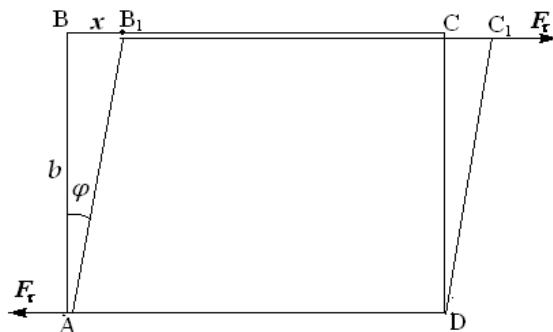

Рисунок 2.2.3. - Деформація зсуву прямокутного паралелепіпеда (у вертикальному перерізі)
Сила, спрямована по дотичній до площині грані (рис.2.2.3), називається тангенціальною ( $F_\tau$ ). При рівномірному розподілі сили  $F_\tau$  (по всій поверхні грані площею  $S$ ) у будь-якому перерізі, паралельному їй, виникає тангенціальне напруження:  $\tau = \frac{F_\tau}{S}$ . (12)